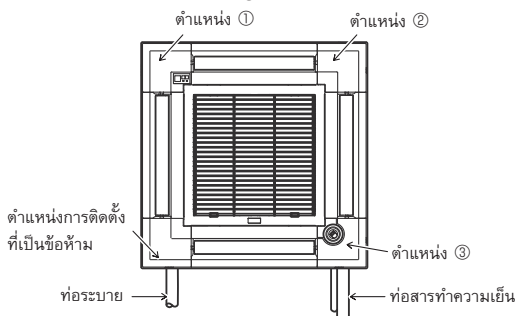

Fig. 9-11
ฝาครอบมุมตัวรับสัญญาณไม่สามารถติดตั้งบนด้านท่อระบายของเครื่องหลักได้ (ให้ดู Fig. 9-11)
- ฝาครอบมุมเซ็นเซอร์ i-see ควรถูกยึดไว้ที่ตะแกรง ① ด้วยสกรู ⑦
* หากตำแหน่งของเซ็นเซอร์ i-see ถูกเปลี่ยนจากตำแหน่งเริ่มต้น (ตำแหน่ง ③) ไปยังตำแหน่งอื่น ให้เปลี่ยนการตั้งค่าฟังก์ชัน (ให้ดูหน้า 30 และ Fig. 9-11)
- ฝาครอบมุมเซ็นเซอร์ i-see ไม่สามารถติดตั้งบนด้านท่อระบายของเครื่องหลักได้ (ให้ดู Fig. 9-11)